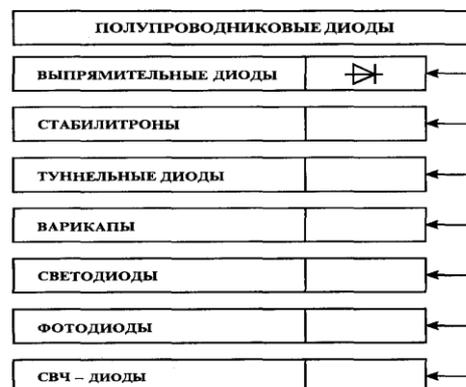

Рис. 11.3 Классификация полупроводниковых приборов
4. По названию полупроводниковых диодов в схеме «Классификация полупроводниковых диодов» в отведённых квадратах нарисуйте условно-графическое обозначение соответствующих диодов (рис. 11.3).